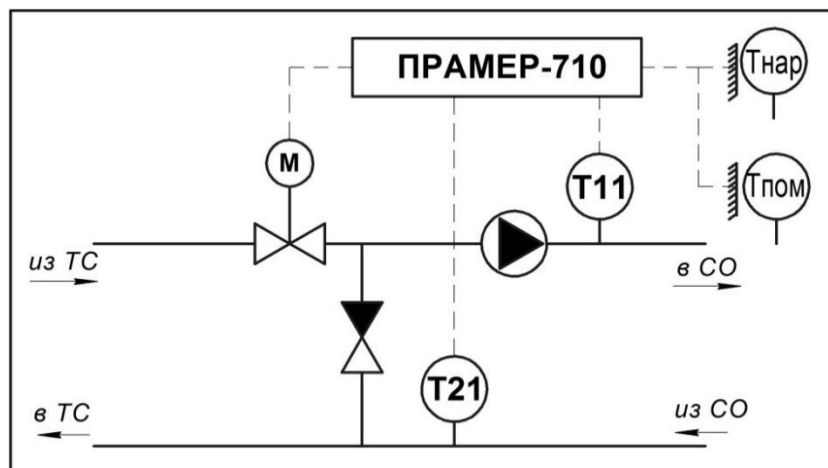

Рисунок 5 – Схема системы отопления с зависимым присоединением ($ТС$ – тепловая сеть, $ТК$ – термодатчик, $СО$ – система отопления)
2.3.6 Схемы регулирования с 1 по 8 предназначены для использования в системах отопления с зависимым или независимым присоединением (рисунок 5,6), либо в системах вентиляции с водяным калорифером. Из них схемы с 1 по 4 ориентированы на регулирование температуры смеси (T_{11}) отопительного контура СО. Схемы 5 и 6 используют параметрический (п.2.4) метод регулирования температуры комфорта в контрольном помещении. Схемы 7 и 8 используют температуру теплоносителя в обратном трубопроводе (T_{21}) в качестве регулируемого параметра.